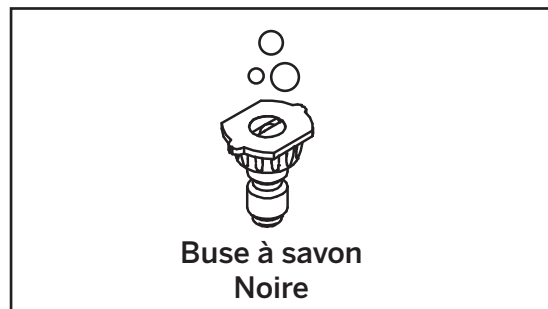

Figure 10
1. Enlever la buse haute pression à la sortie de la lance et la remplacer par la buse noire à savon (figure 10).